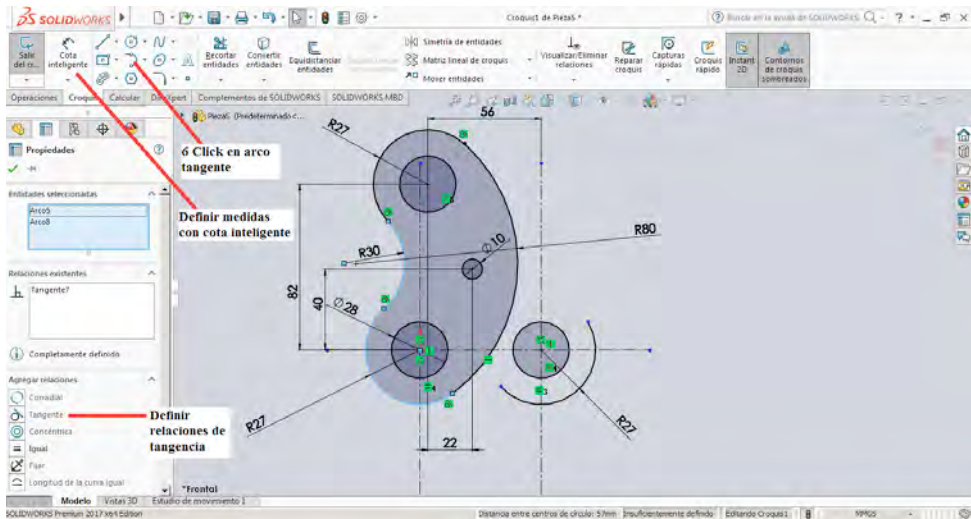

Figura 2-18
6. Con el croquis obtenido realizamos Click sobre **Arco Tangente**, esta herramienta permitirá la construcción de arcos tangentes donde el punto 1 es el punto inicial y el punto 2 de la herramienta es el punto final, el centro no es necesario posicionarlo ya que de acuerdo a los anteriores puntos él se acomodara de forma el resultado se puede observar en la figura 2-18. Es importante mencionar que para poder definir de forma adecuada el arco creado es necesario establecer ciertas relaciones de tangencia que también se observan en la figura